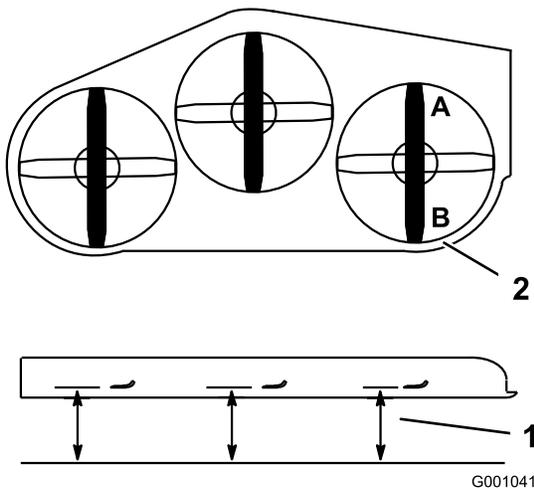

Figura 79
2. Coloque una cuchilla en posición longitudinal. Mida en las posiciones **A** y **B** desde una superficie nivelada hasta el filo de corte de los extremos de la cuchilla (Figura 79).